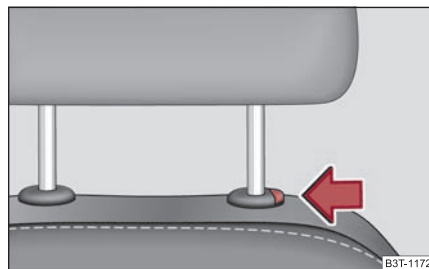

Abb. 82 Kopfstütze herausziehen
- Möchten Sie die Kopfstütze nach unten verschieben, drücken und halten Sie die Sicherungstaste mit einer Hand gedrückt ⇒ Seite 84, Abb. 82 und mit der anderen Hand drücken Sie die Kopfstütze nach unten.
- Drücken Sie die Sicherungstaste in Pfeilrichtung ⇒ Seite 84, Abb. 82 und ziehen Sie die Kopfstütze heraus.